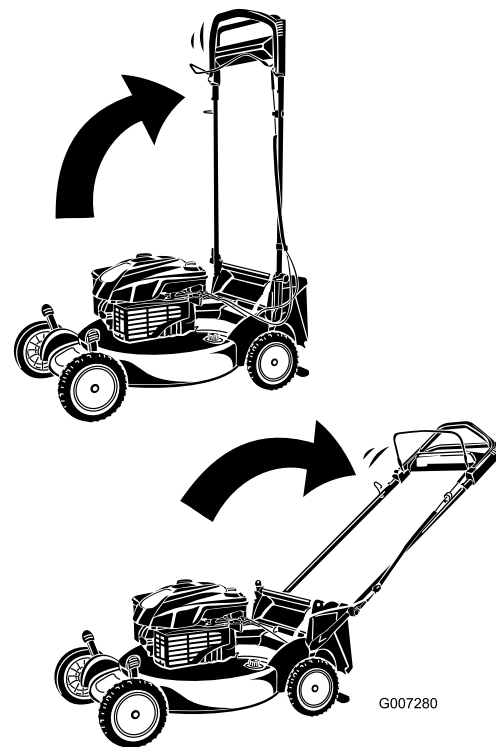

Figura 5
3. Doble el manillar hacia atrás (Figura 5).